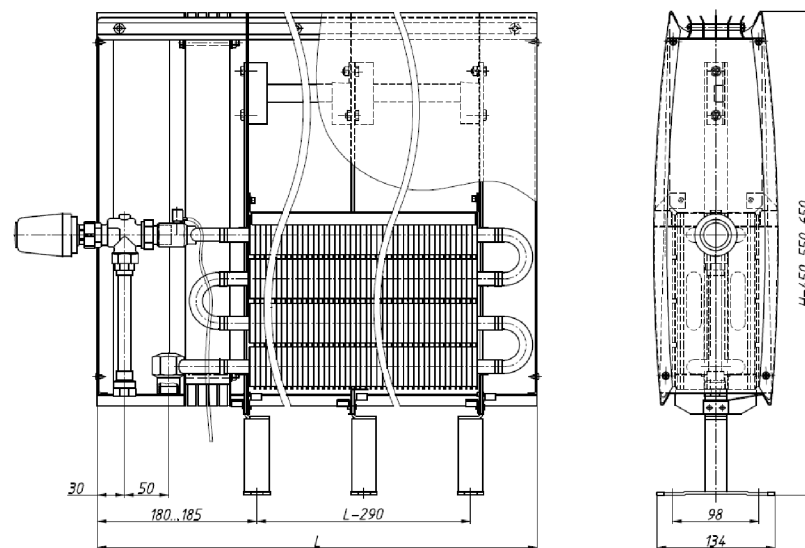

Рис.1 Конвектор напольный с нижним подключением и боковым расположением термостатического клапана для двухтрубных систем отопления -ПКОН 304...525 Т2.
- 4.4. Размеры и технические характеристики изделий представлены на Рис.1 и в таблице 1.